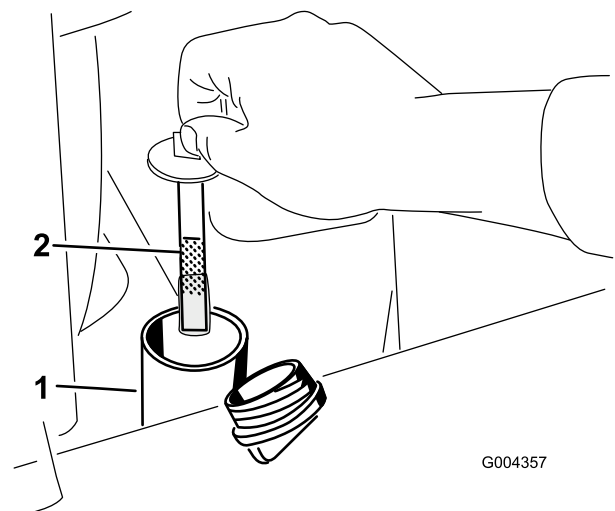

Figure 14
6. Enlevez le bouchon du goulot de remplissage et vérifiez le niveau de liquide sur la jauge (Figure 14).